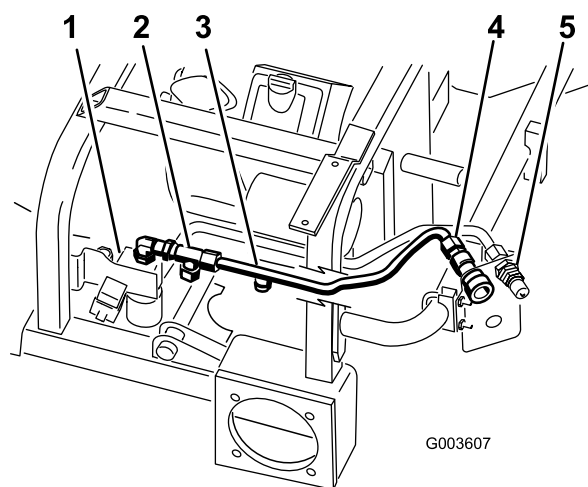

Figure 15
5. Placez la conduite hydraulique n° 2 dans la machine comme montré à la Figure 15.
6. Placez la conduite hydraulique n° 2 sur le raccord en T accouplé au raccord coudé à 90° et en haut de la vanne (Figure 15).
7. Placez la conduite hydraulique n° 2 sur le raccord femelle supérieur (Figure 15).